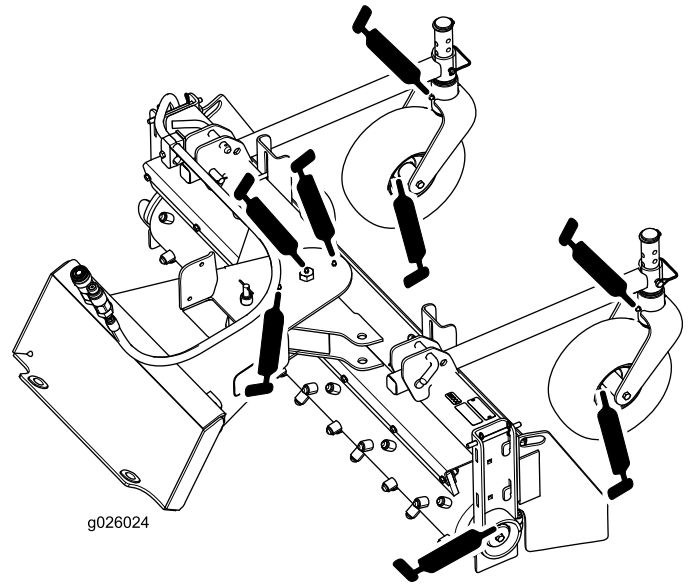
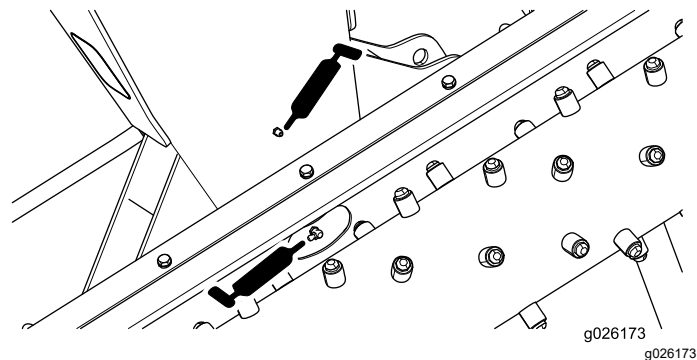

Figure 11
Figure 12
4. Appliquez la quantité de graisse nécessaire sur les graisseurs (Figure 11 et Figure 12).